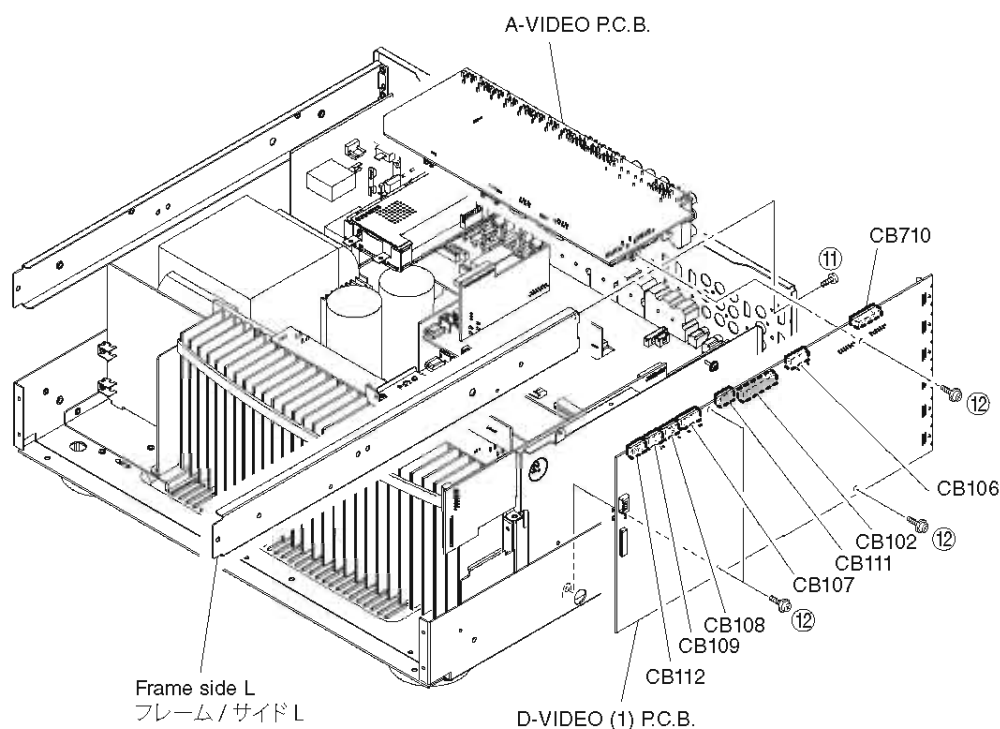

Fig. 4
- Remove screw (11). (Fig. 4)
- Remove the frame side L. (Fig. 4)
- Remove 4 screws (12). (Fig. 4)
- Remove CB102, CB106-CB109, CB111, CB112, CB710 and then remove the D-VIDEO (1) P.C.B. which is connected directly to the A-VIDEO P.C.B. with board-to-board connectors. (Fig. 4)
- Remove the A-VIDEO P.C.B.. (Fig. 4)
- ⑪のネジ1本を外します。(Fig. 4)
- フレーム/サイドLを取り外します。(Fig. 4)
- ⑫のネジ4本を外します。(Fig. 4)
- CB102、CB106～CB109、CB111、CB112、CB710を外し、D-VIDEO (1) P.C.B.を取り外します。ただし、D-VIDEO (1) P.C.B.は、A-VIDEO P.C.B.に基板対基板コネクタで直接接続されています。(Fig. 4)
- A-VIDEO P.C.B.を取り外します。(Fig. 4)